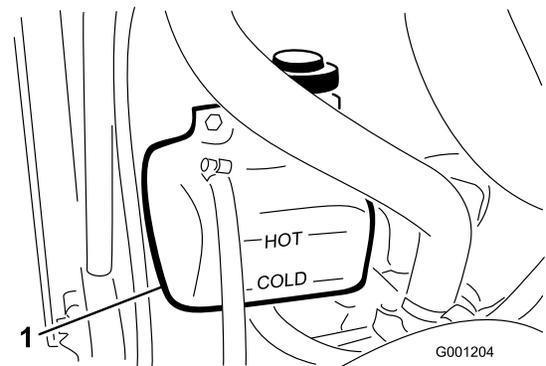

図 24
1. 液量の点検は補助タンクで行う (図 24)。タンク側面についている 2 本のマークの間にあれば適正である。